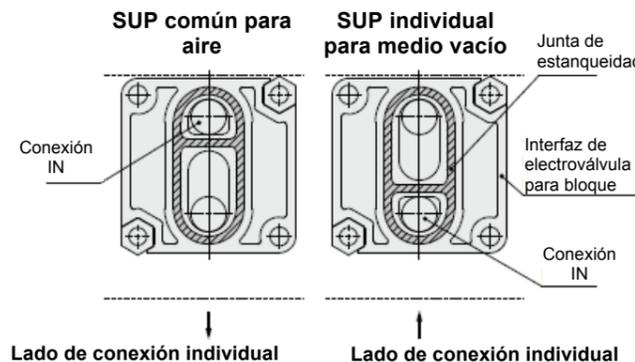

Figura 5
- Tenga en cuenta la orientación de montaje cuando monta las válvulas en la placa base del bloque. Móntelas tal como indica la Figura 5.
- Tenga especial cuidado cuando se use la dirección de entrada eléctrica especial (XC).